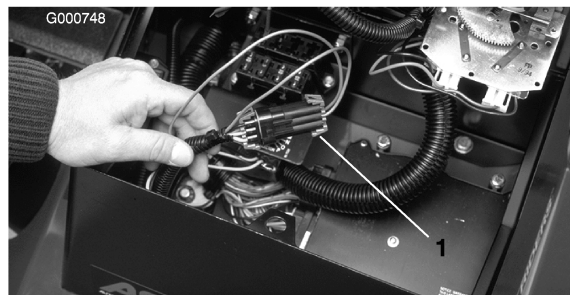

Figura 26
2. Abra la tapa del panel de control. Localice el arnés de cables y el conector del bucle de prueba. Desenchufe con cuidado el conector del bucle de prueba del conector del arnés (Figura 26).